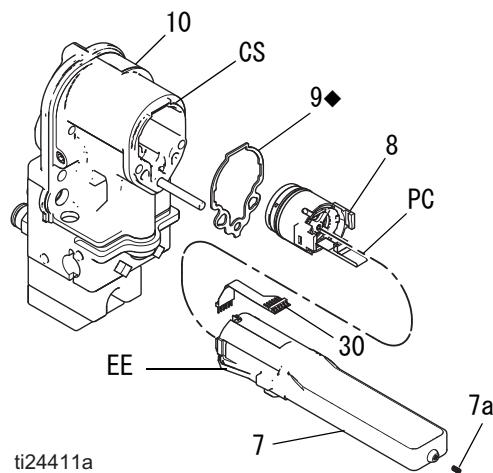

図 37 電源
**メモ：**タービンのペアリングは、2000 時間の動作後に交換してください。部品番号 24N706 ベアリングキットを注文します。キットに含まれる部品には ◆ の記号が付いています。図 37 から図 40 を参照してください。
- 3 線コネクタ (PC) の外側端子間の抵抗を測定します。2.0 ~ 6.0 オームになるはずです。その範囲外である場合、タービンコイル (8a) を交換します。
- 必要に応じて、ファン (8e) を回して、その羽根がハウジング (8d) の 4 つの軸受タブ (T) に当たらないようにします。